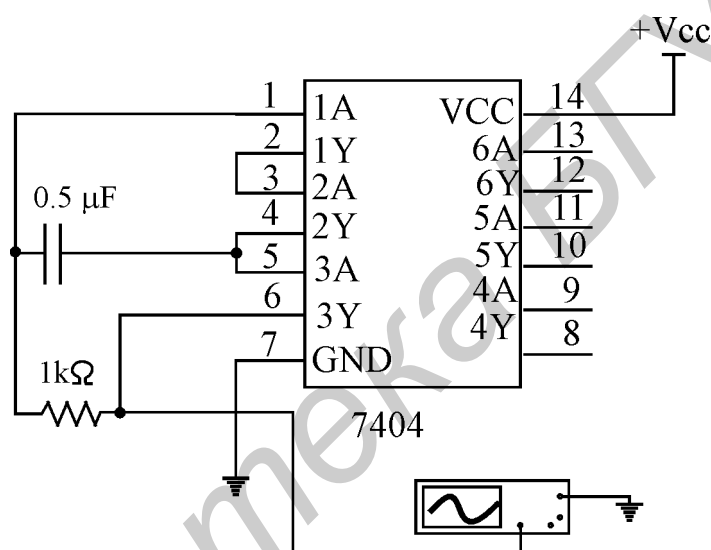

Рис. 3.13. Схема генератора
- 1.1. Соберите схему, как показано на рисунке (рис.3.13).